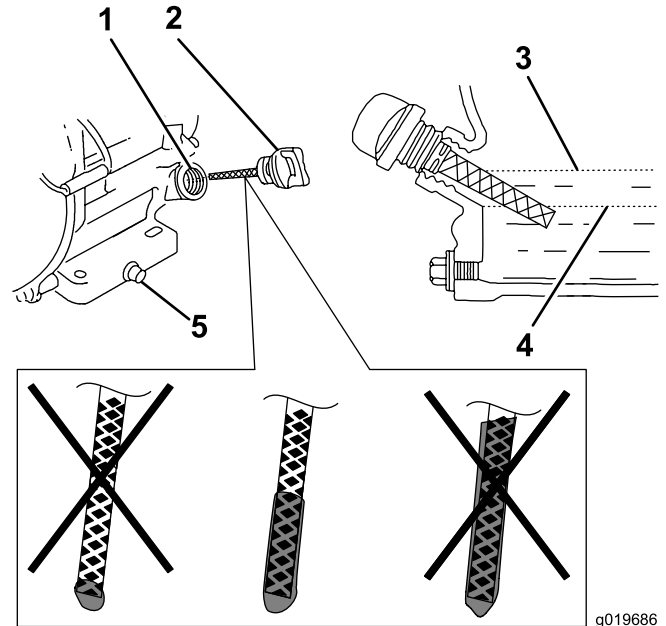

Figura 10
5. Retire la varilla de nuevo e inspeccione el extremo (Figura 10).